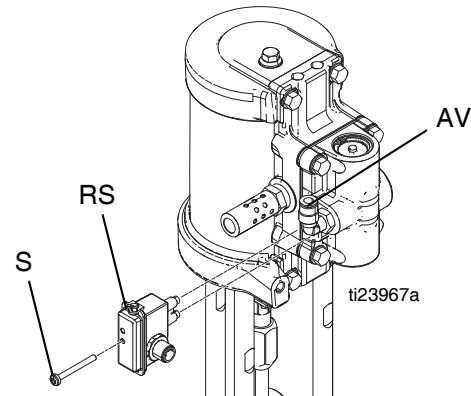

FIG. 4 : Dépose de l'ensemble commutateur à lame et de la conduite d'air
3. **Pour les moteurs avec DataTrak :** Voir la FIG. 4. Déposer la vis (S) pour débrancher le commutateur à lame (RS) de la vanne d'air (AV).
1. **Pour les moteurs avec DataTrak** : Retirer la clé pour débrancher le commutateur à lame de la vanne d'air. Voir la FIG. 4, page 13.